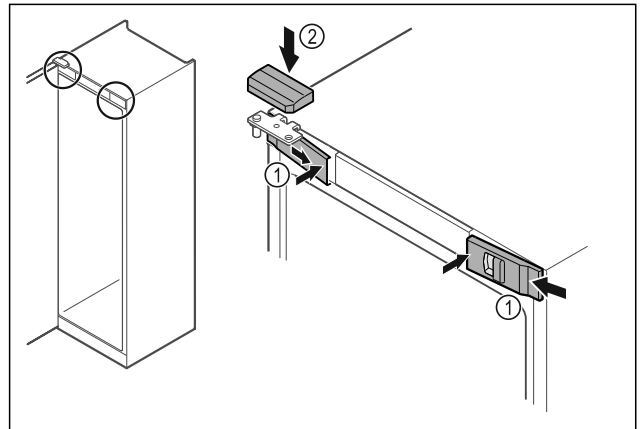

Fig. 54
- ▶ Enganchar las cubiertas delanteras Fig. 54 (1) lateralmente y encajar el interior.
- ▶ Encajar la cubierta superior Fig. 54 (2) desde arriba.